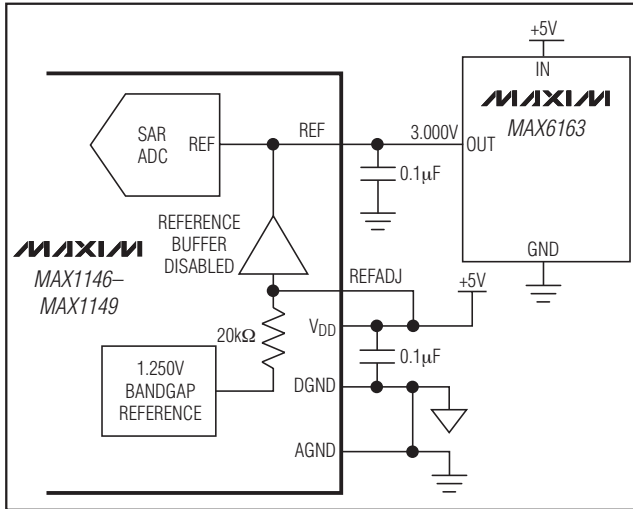

図12. REFに印加された外部リファレンス
- 1) REFADJをV_{DD}に接続して内部リファレンスバッファをディセーブルとし、外部リファレンスをREFに印加する(図12)。